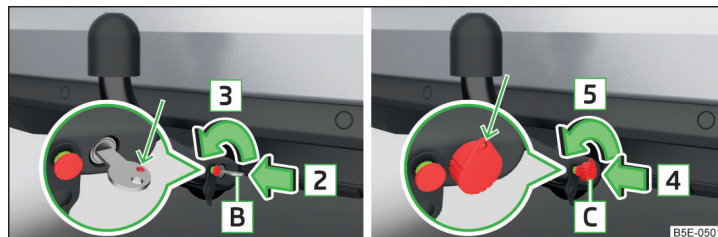

Fig. 194 Desbloquear cerradura: Variante de llave 1 / variante de llave 2
- Gire la llave **B** en el sentido de la flecha **3** de manera que la marca roja muestra hacia arriba » **fig. 194**.
- Gire la llave **C** en el sentido de la flecha **5** de la manera, que la argolla de llave muestra hacia arriba » **fig. 194**.